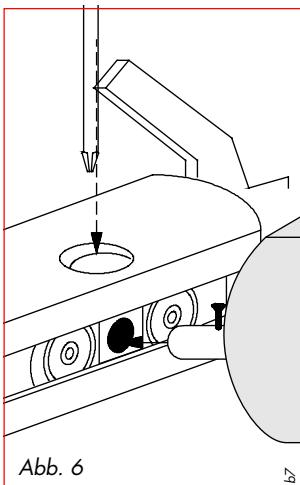

Abb. 6
2. Die Achsbolzen des Fallrohrs schieben Sie so in die entsprechenden Öffnungen der Laufwagen (Abb. 6), daß der Kopf des Sicherungssplines nach oben zeigt.
3. Ziehen Sie die Befestigungsschrauben der Laufwagen durch die Bohrungen in den Führungsschienen fest (Abb. 6).